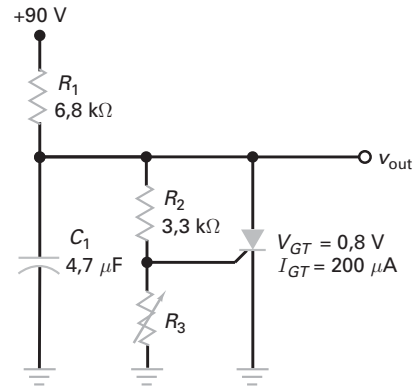

Figura 13-42
- 13-8** Qual é a tensão de pico na saída na Figura 13-42 se R for ajustada para 500 Ω ?
- 13-11** Na Figura 13-42, R é ajustado para 750 Ω. Qual é a constante de tempo de carga do capacitor? Qual é a resistência equivalente de Thevenin vista do gatilho?